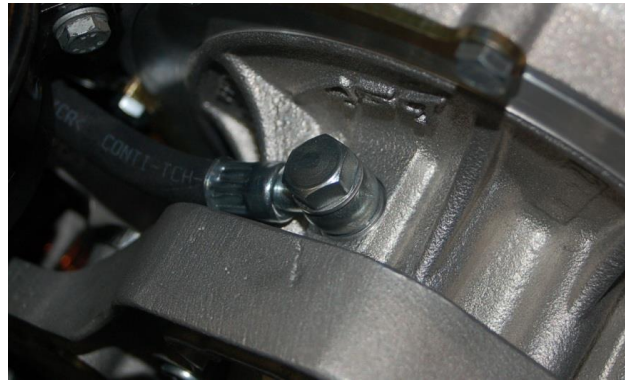

Abbildung 25
11. Montage von P341-44-16 am Ölfiltergehäuse (Abb. 25). Aufnahme des Servoausgleichbehälters und Abstützung der Grundplatte. Bei Bedarf den Behälter drehen, so dass die Schläuche des Ausgleichbehälters frei liegen. Darauf achten, dass die Schläuche nicht scheuern oder gequetscht werden.